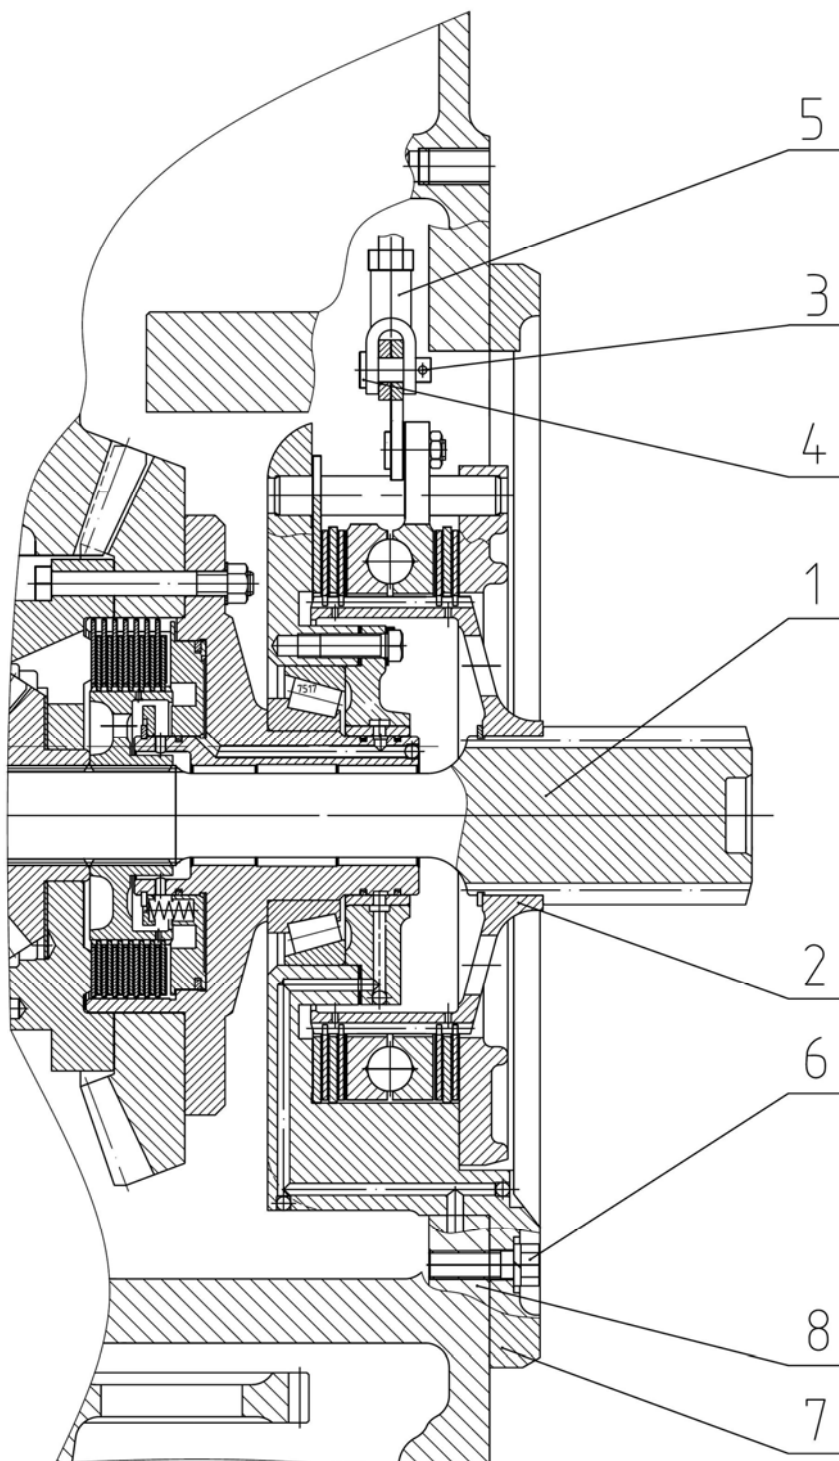
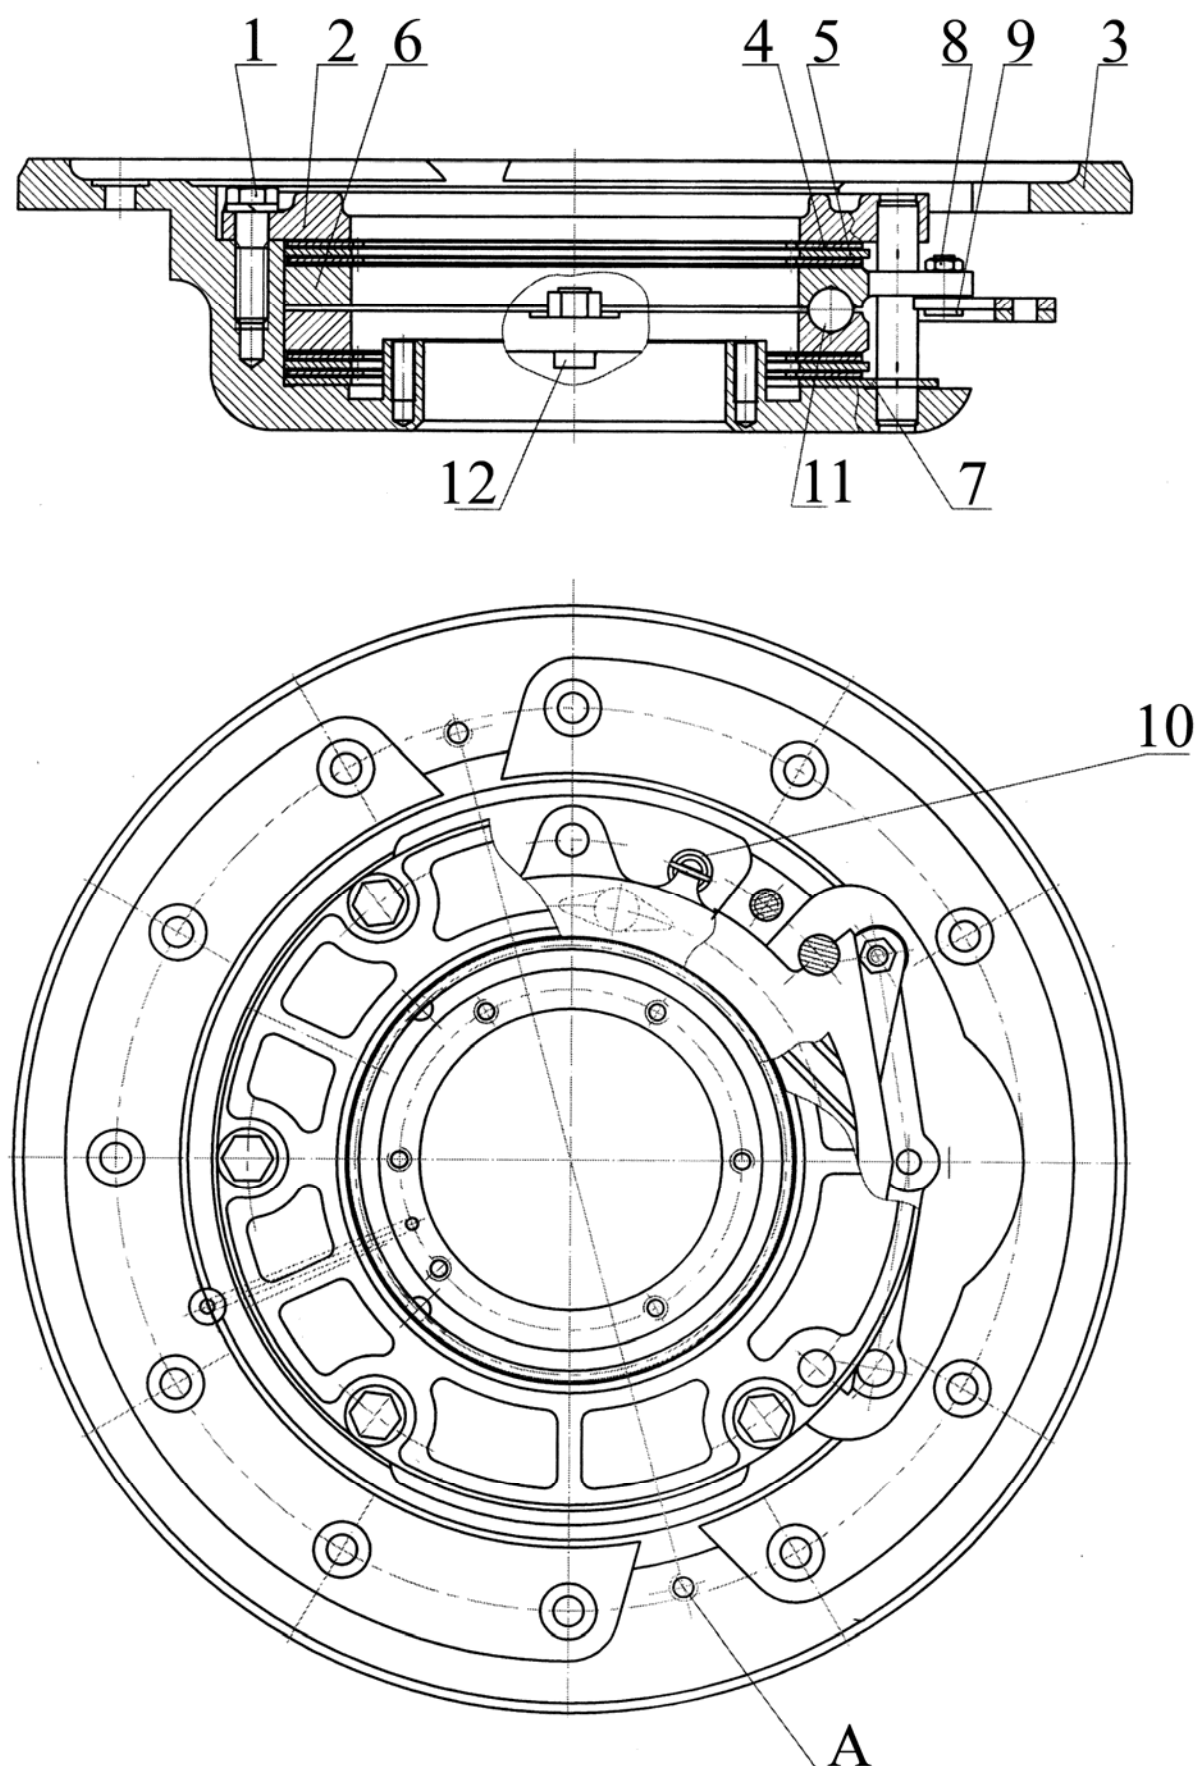

Рис.4.70 Тормоз.
Рис.4.71 Тормоз.
1.1) извлеките солнечную шестерню конечной передачи (1), (рисунок 4.70), с установленной на ней ступицей (2);
1.2) снимите шплинт (3), (рисунок 4.70), и палец (4) вилки тяги управления тормозами;
1.3) выверните одиннадцать болтов (6), (рисунок 4.70), крепления корпуса тормоза (7) к корпусу заднего моста (8);
1.4) вворачивая поочередно равномерно два болта (6), (рисунок 4.70) в диаметрально расположенные два демонтажных отверстия (А), (рисунок 4.71), извлеките тормоз в сборе из расточки корпуса заднего моста, после чего выверните болты из демонтажных отверстий (А);
1.6) снимите крышку тормоза (2), (рисунок 4.71);
1.7) последовательно извлеките фрикционные (4), (рисунок 4.71), промежуточные (5), нажимные (6) и опорный (7) диски;
1.8) отверните гайки (8), (рисунок 4.71);
1.9) выпрессуйте пальцы (9), (рисунок 4.71), из нажимных дисков;
1.10) снимите четыре стяжные пружины (10), (рисунок 4.71), нажимных дисков;
1.11) разъедините нажимные диски (6), (рисунок 4.71) и выньте девять шариков (11) из профильных канавок дисков.
1) надежно закерните гайки (8), (рисунок 4.71) в двух точках, обеспечьте при сборке установку проушин промежуточных дисков (5) на пальцы (12) нажимных дисков (6);
2) болты (1), (рисунок 4.71), затяните моментом 160...220 Н·м;
3) установите солнечную шестерню (1), (рисунок 4.70), с предварительно смонтированной на ней ступицей (2), убедившись, что шлицевые отверстия всех четырех фрикционных дисков расположены на шлицах ступицы;
4) установите палец (4), как показано на (рисунке 4.70), отверстием под шплинт (3) наружу;